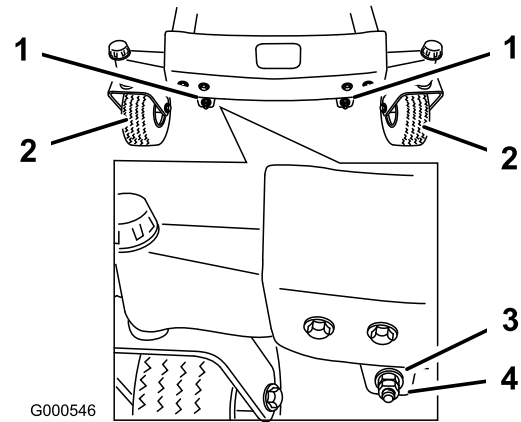

Bild 56
11. Nehmen Sie für das Einstellen der Schnittemesserneigung in Längsrichtung die Sicherungsmuttern ab. Drehen Sie dann die Einstellmuttern vorne am Mähwerk (Bild 56).
13. Prüfen Sie, nachdem beide Einstellmuttern gleichmäßig eingestellt worden sind, erneut die Schnittemesserneigung in Längsrichtung. Fahren Sie mit der Einstellung der Muttern fort, bis die vordere Schnittemesserspitze um 1,6 bis 7,9 mm tiefer liegt als die hintere Spitze (Bild 56).
Hinweis: Stellen Sie nach dem Einstellen der Einstellmuttern sicher, dass die Stützstangen kein Spiel aufweisen (Bild 57). Ziehen Sie die Stangen fest, wenn ein Spiel vorhanden ist (Bild 56).